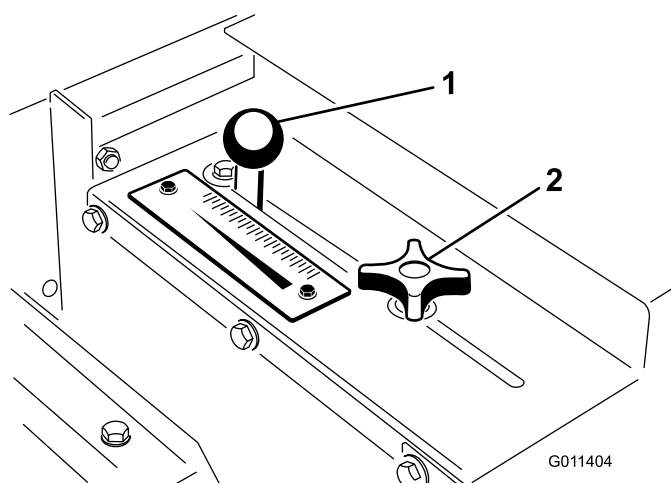

図 19
1. ゲートのスライド調整ができる程度までロッキングノブ（図 19）をゆるめる。
2. ゲートノブ（図 19）を希望位置にセットし、ロッキングノブを締め付けて調整を固定する。
レートスケール（図 19）を使って希望する散布量を設定します。目土散布量の項を参照してください。